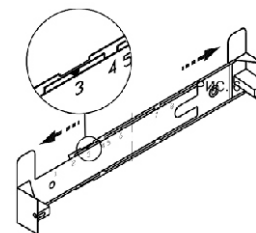

рис. 5
- прежде чем прикрепить кронштейн к стене, необходимо выставить его на нужный размер (равный ширине верхней фальштрубы вытяжки) рис.5. Увеличьте размер кронштейна (если это необходимо), раздвинув его, и зафиксируйте фиксатором напротив соответствующей цифры.